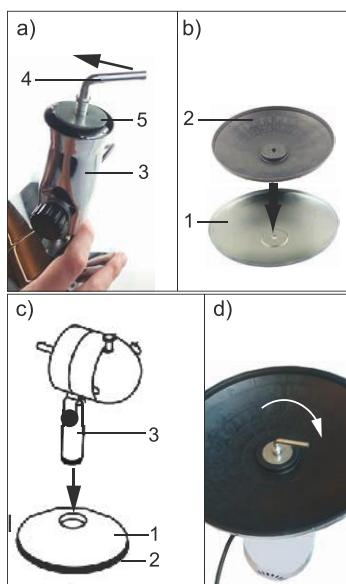

Fig.136:Montage Basis
- Ослабьте L-образный винт крепления (4) на цоколе.
- Выкрутите винт, вращая его против часовой стрелки. Рис. 136 а).
- Снимите подкладную шайбу (5) с цоколя (3).
- Уложите вкладыш на подставку, как показано на рис. 136 б).
- Установите цоколь на подставку. Рис. 136 с).
- Прочно прикрутите L-образный винт крепления, вращая его по часовой стрелке. Рис. 136 д).